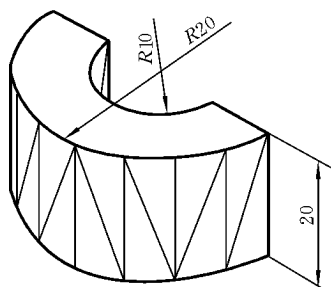

图 11.20 旋转实体绘制示例
【例 11.7】如图 11.20 所示,绘制该图形。
//输入旋转角度 180°,生成回转实体如图 11.20 所示
//(1) 绘制实体零件 1,步骤参见例 11.7 绘制图 11.20 所示图形对应的“命令行提示及操作步骤”